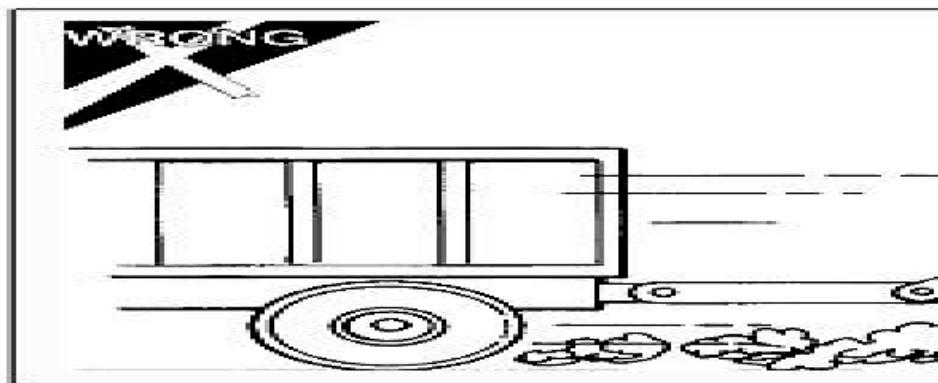

Рис. 1-15
- Буксировать машину допускается не более чем на 300 метров. При буксировке не превышайте допустимые скорости, указанные в данном руководстве. Во время буксировки запрещено нахождение людей на катке (рис. 1-15).